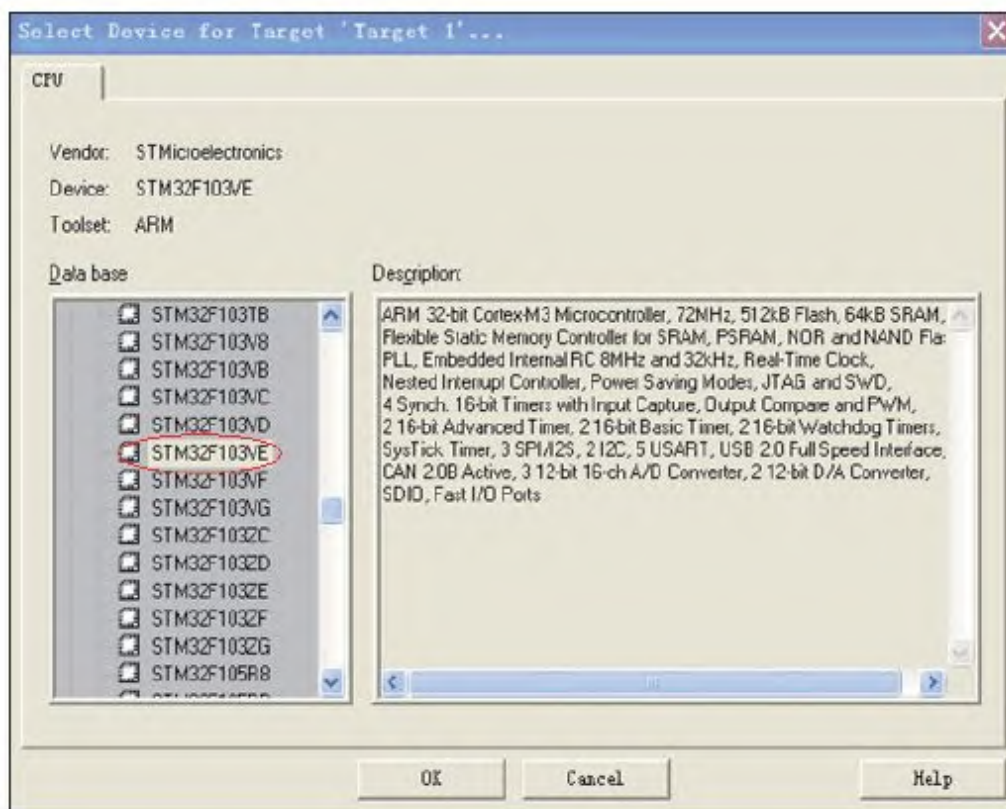

图 3-9 选择芯片型号
3) 接下来的窗口是让我们选择公司和芯片的型号，我们用的芯片是ST公司的STM32F103VE，有64KB SRAM和512KB Flash，属于高集成度的芯片。按如图3-9所示选择即可。